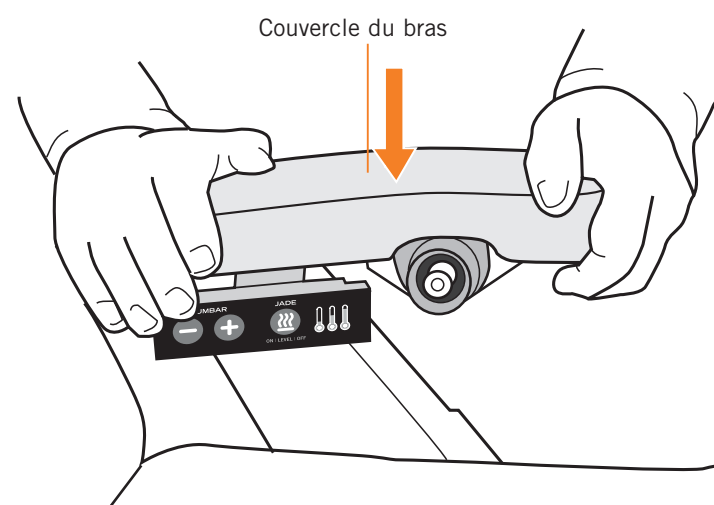

Fig.18
6. Tout en tenant le boîtier fermement en place, placez le protège-accoudoir en position et appuyez fermement (Fig.18).